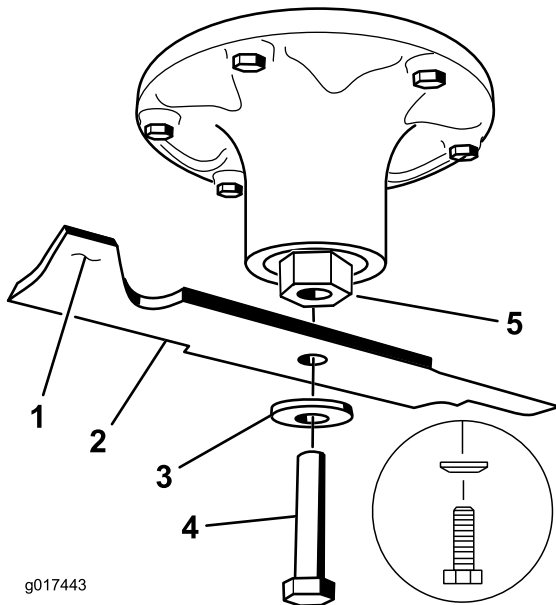
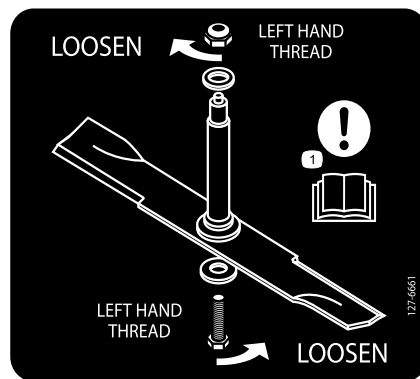

Figure 116
Figure 117
2. Enlevez des axes des lames gauche et centrale, le boulon de lame, la rondelle bombée et la lame (Figure 116).
3. Enlevez de l'axe, le boulon de la lame droite (fileté à gauche), la rondelle bombée et la lame (Figure 117).
Remarque: Notez le type de lame et la position de montage de chaque lame. Voir la Figure 117 pour la position correcte.
Important: La lame droite de ce tablier de coupe est contrarotative et utilise un boulon à filetage à gauche. Reportez-vous à la Figure 117 pour positionner correctement les lames du tablier de coupe.
1. Reposez sur les axes, les lames gauche et centrale, les rondelles bombées et les boulons de lame (Figure 116 et Figure 117).
Remarque: Orientez le cône de la rondelle bombée vers la tête du boulon (Figure 116).
2. Posez sur l'axe, la lame droite, la rondelle bombée et le boulon (fileté à gauche) (Figure 116 et Figure 117).
3. Serrez les boulons des lames à un couple de 115 à 150 N·m (85 à 110 pi-lb); voir Figure 117.